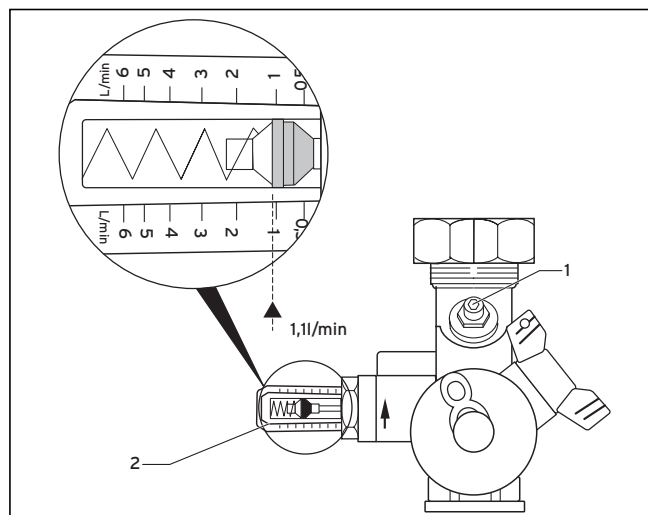

Fig. 6.2 Limitator al cantităților de debit
Limitatorul cantităților de debit (→ Fig. 6.2) este o componentă esențială a instalației.
- Efectuați reglajul fin cu ventilul de reglare (1) al limitatorului de debit, după ce ați efectuat reglajul grosier cu ajutorul pompei de circulație (a se vedea → **fig. 6.2**) Valoarea reglată poate fi citită pe afișajul (2).